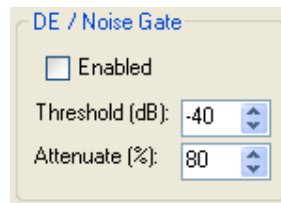

Abbildung 122: Noise Gate
4. Verringern Sie den Wert **Attenuate(%)** (siehe Abbildung 122 oben) langsam, bis Sie beginnen, Ihre Hintergrundgeräusche zu hören. Dann senken Sie den Wert ein wenig mehr (um ca. 5% -10% ist ein guter Ausgangspunkt), um sich einer sogenannten „soft knee